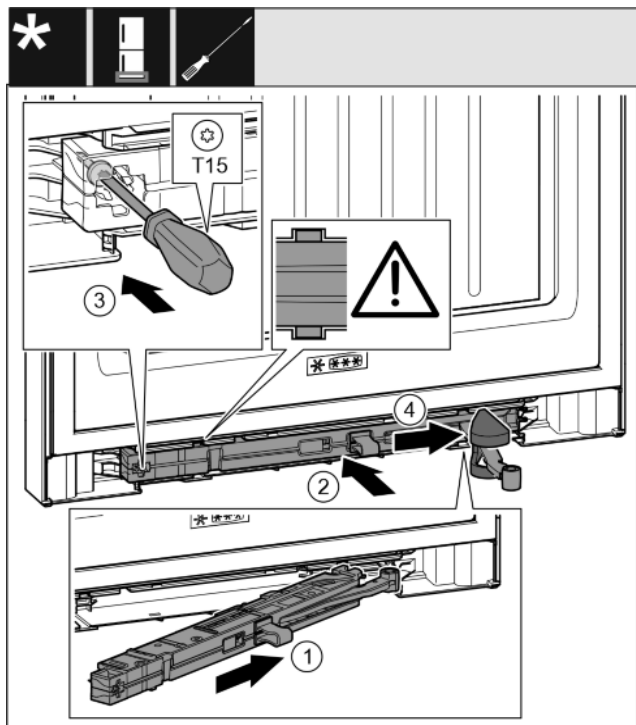

Fig. 36
- ▶ Inserire obliquamente nell'incavo fino all'arresto l'unità ammortizzatore di chiusura sul lato blocco di supporto. Fig. 36 (1)
- ▶ Spingere l'unità ammortizzatore di chiusura completamente nell'incavo. Fig. 36 (2)
- ▶ Serrare la vite con un cacciavite T15. Fig. 36 (3)
- ▶ Spingere la copertura sopra il giunto articolato. Fig. 36 (4)